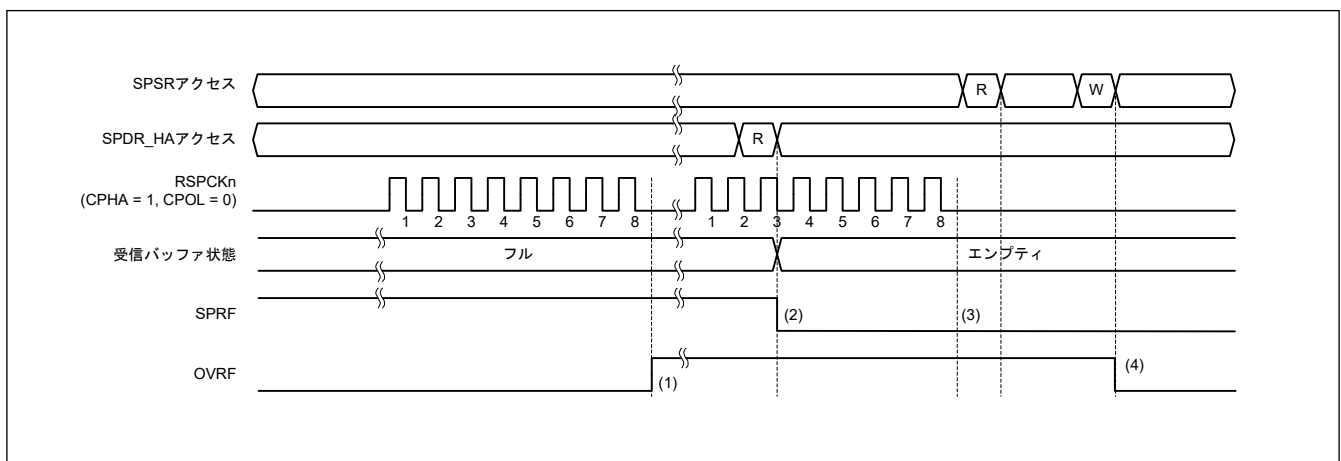

図 26.26 OVRF フラグおよび SPRF フラグの動作例
図 26.26 に、SPSR.OVRF フラグと SPRF フラグの動作例を示します。図 26.26 に記載した SPSR アクセスと SPDR_HA アクセスは、それぞれ SPSR、SPDR_HA レジスタへのアクセス状況を示しています。W は書き込みサイクル、R は読み出しサイクルを示しています。この例では、SPCMD0.CPHA ビットが 1、SPCMD0.CPOL ビットが 0 の設定で、SPI が 8 ビットのシリアル転送を実行しています。RSPCKn 波形の下に記載した数字は、RSPCK サイクル数 (= 転送ビット数) を示しています。
以下に、図 26.26 の (1)～(4) に示したタイミングでのフラグの動作内容を説明します。